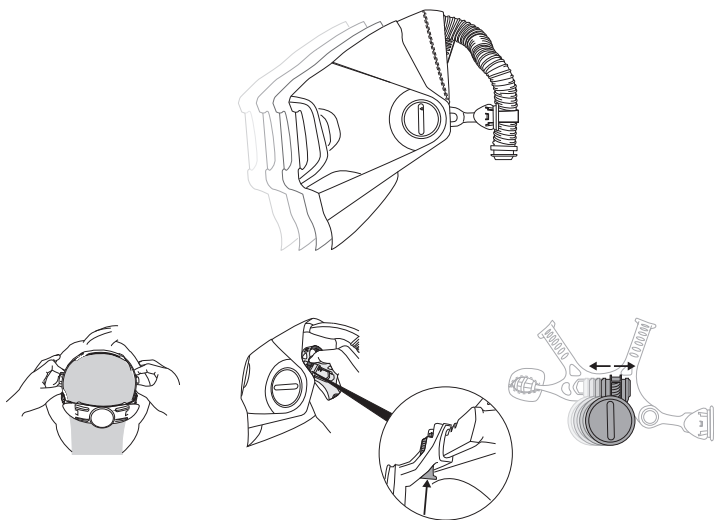

Fig. 5b
- Para ajustar el casco para soldar hacia dentro y hacia fuera (más cerca y más lejos de la cara) hay dos correderas a cada lado de la suspensión de la cabeza. Para desbloquear las correderas, presione hacia arriba los botones grises con los pulgares y deslice el casco para soldar hacia fuera o hacia dentro, mientras lo ajusta según sus preferencias personales (Fig. 5b). Este ajuste permitirá regular el espacio hasta las gafas de seguridad y también la distancia de la lente de aumento.